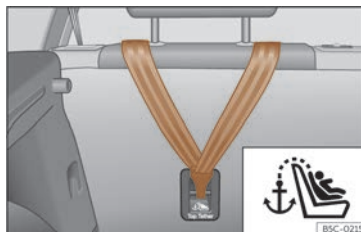

Fig. 38 Parte posterior dos asentos traseiros: ancoraxe para o cinto Top Tether.
- Deslice a correa e fíxea correctamente coa áncora da parte traseira do respaldo >>> **fig. 38**.